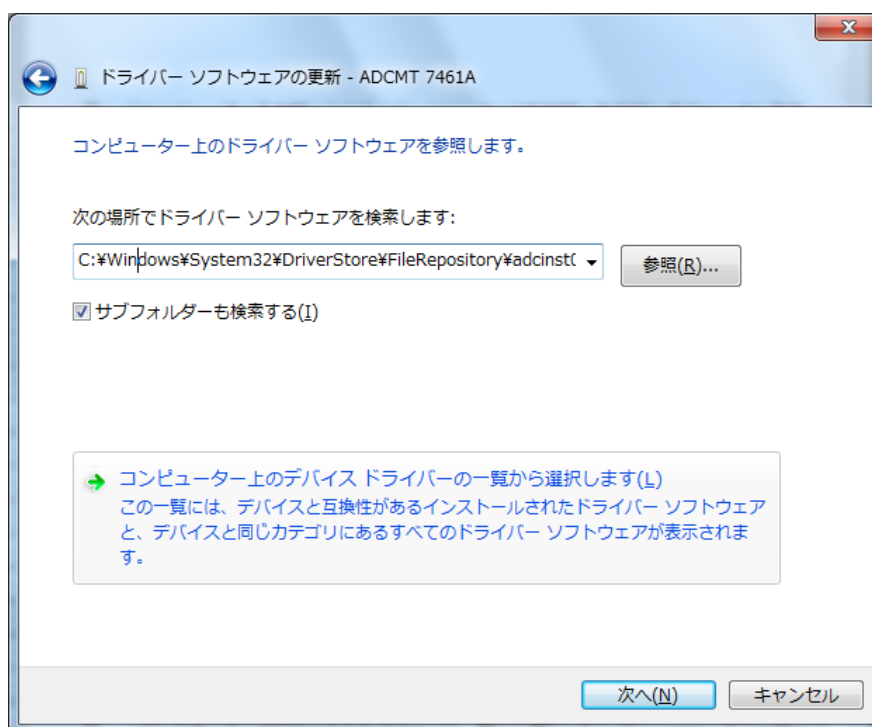

図 2-4
- ④ 「コンピューター上のデバイス ドライバーの一覧から選択します」をクリックします。(図 2-4)